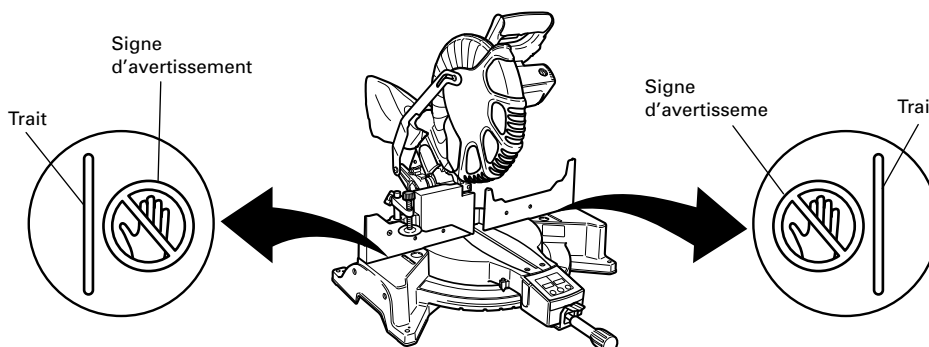

Fig. 20
* Ne jamais amener les membres à l'intérieur de la ligne à côté du signe d'avertissement pendant que l'outil fonctionne. Cela pourrait être dangereux (voir Fig. 20).